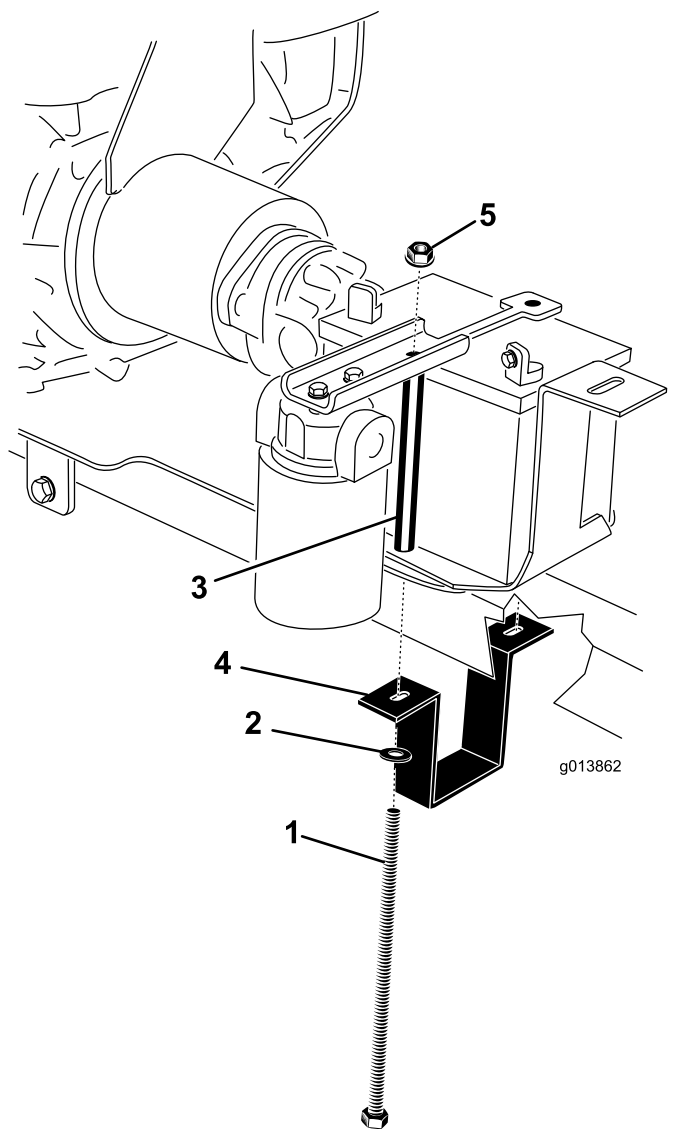

Рисунок 8
11. Установите аккумулятор в его поддон, расположив клеммы, как показано на Рисунок 8.
12. Установите прижимные детали на аккумулятор (Рисунок 8).
13. Удерживайте монтажную скобу аккумулятора таким образом, чтобы она охватывала нижнюю часть трубы сцепного устройства (Рисунок 8).
14. С правой стороны вставьте болт аккумулятора, продев его через шайбу, монтажную скобу аккумулятора, опору двигателя, поддон аккумулятора, проставку болта и прижим аккумулятора. Установите, не затягивая, фланцевую гайку (Рисунок 8).
15. С левой стороны вставьте болт аккумулятора, продев его через шайбу, монтажную скобу аккумулятора, опору двигателя, поддон аккумулятора, проставку болта и прижим аккумулятора. Установите, не затягивая, фланцевую гайку (Рисунок 8).